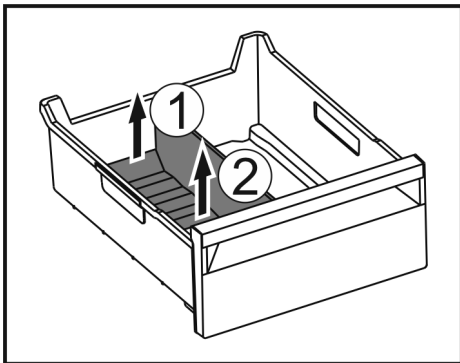

Fig. 211
- ▶ Hinteren Teil des Eisfach-Trenners anheben. Fig. 211 (1)
- ▶ Eisfach-Trenner nach oben entnehmen. Fig. 211 (2)